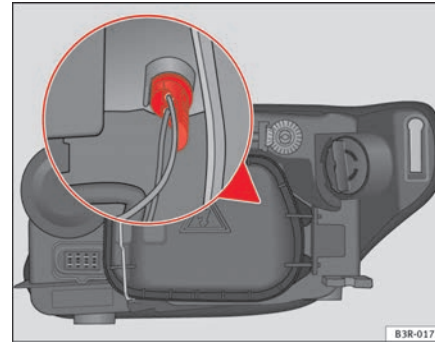

Abb. 206 Glühlampe des Standlichts
- Den Lampenträger durch Ziehen am Halter herausnehmen ⇒ Abb. 206 (kann auch durch Ziehen an den Leitungen des Lampenträgers herausgenommen werden).